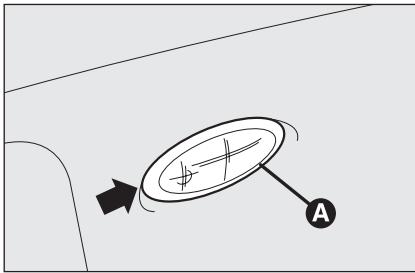

fig. 38
- saque la lámpara **A**-fig. 38 haciendo palanca en el punto indicado por la flecha;